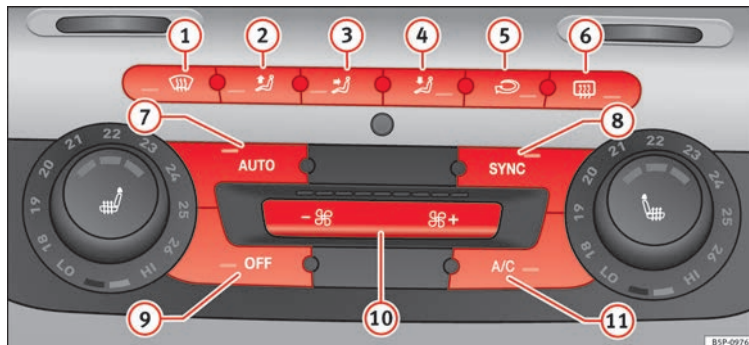

Fig. 117 Comandi del Climatronic 2C nel quadro strumenti
- Girare le rotelline di regolazione della temperatura ►► **fig. 117** per regolare rispettivamente la temperatura della zona sinistra o della zona destra dell'abitacolo.
- Premere il tasto **(AUTO)** » **fig. 117**. Sul display della radio viene visualizzato "AUTO High" (velocità del ventilatore alta).
- Premere di nuovo il tasto **(AUTO)** » **fig. 117**. Sul display della radio viene visualizzato "AUTO Low" (velocità del ventilatore bassa).